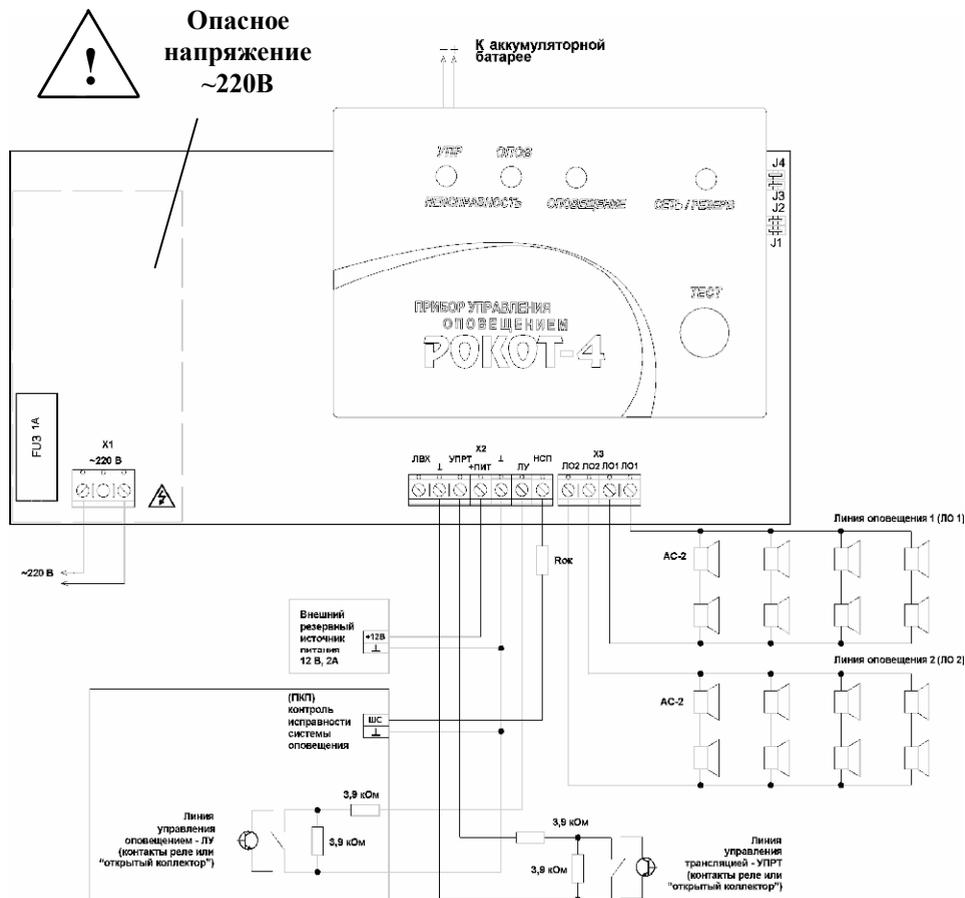
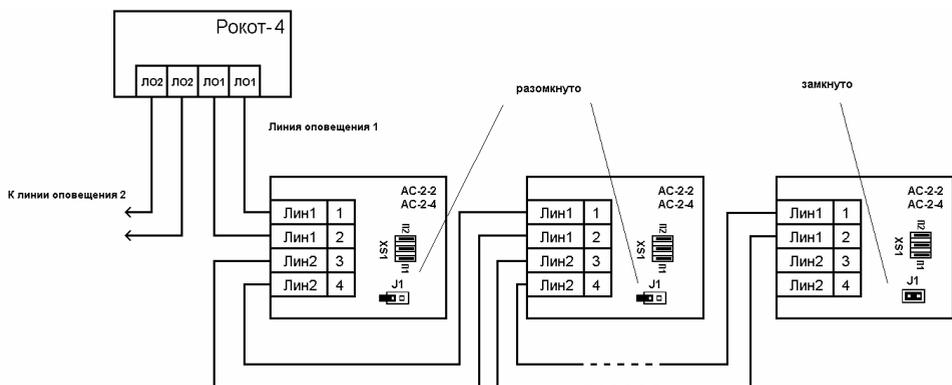

Рис. 1 Схема подключения прибора «Рокот-4» («АС-2-1» и «АС-2-3»)
Рис. 3 Подключение акустических систем «АС-2-2» и «АС-2-4»
Уровень звукового давления на расстоянии 1 м от «АС-2-1» («АС-2-3»), подключенной в соответствии с рис.1, не менее	85 дБ
Уровень звукового давления на расстоянии 1 м от «АС-2-2» («АС-2-4»), подключенной в соответствии с рис.3, не менее	83 дБ
К каждой ЛО может быть подключено от одной до четырех пар «АС-2-1» («АС-2-3») или до восьми «АС-2-2» («АС-2-4»). Схема подключения к прибору АС приведена на рис. 1 и рис. 3 раздела 10, электрическая схема «АС-2-1» приведена на рисунке 2.
Переключки, позволяющие выбрать тактики использования линий управления и оповещения, установлены на печатной плате прибора (см. рис. 1) и доступны после вскрытия его корпуса.
- К клеммам «220В» платы прибора подсоедините кабель сетевого питания (см. рис.1).